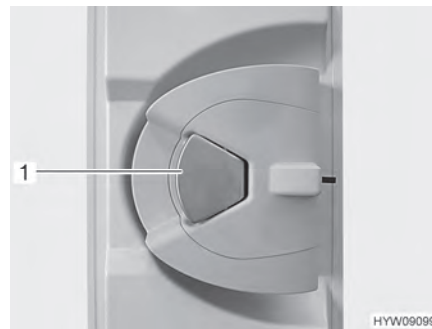

Bild 33 Türschloss (Eingangstür innen)
- Öffnen:** ■ Wenn das Türschloss verriegelt ist: Am Türgriff (Bild 33,1) einmal ziehen. Die Tür ist entriegelt.
- Am Türgriff (Bild 33,1) ziehen. Die Tür ist geöffnet.
- Verriegeln:** ■ Den Türgriff (Bild 33,1) drücken.